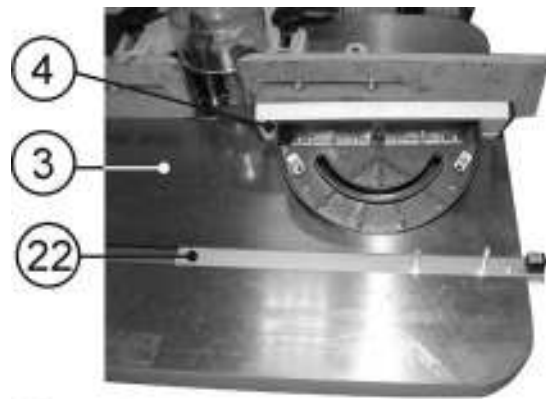

Рис.4
8.2.1. В паз рабочего стола (3) вставить скользящую планку (22) Рис.4.